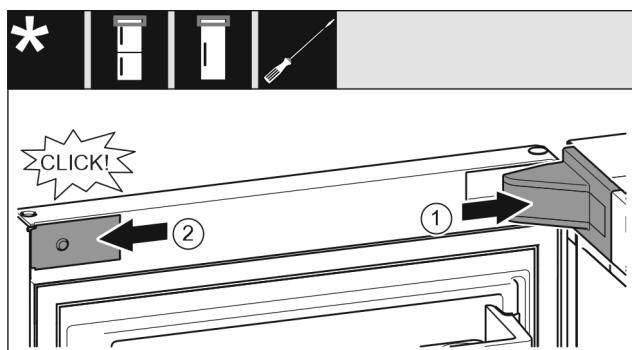

Fig. 19
- ▶ Așezați apărătoarea suporturilor de lagăr și fixați-o în poziție, după caz, desfaceți-o prin apăsare cu precauție. Fig. 19 (1)
- ▶ Aplicați și fixați în poziție masca. Fig. 19 (2)